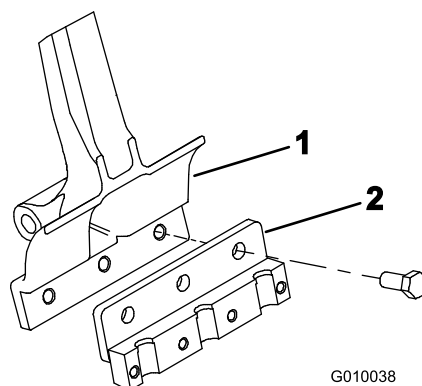

Figura 22
3. Monte un portataladros en cada brazo de taladros (Figura 22) con 3 pernos ($\frac{1}{2}$ " x $1\frac{1}{4}$ "). Apriete los pernos a 101.6 N·m (75 pies-libra).